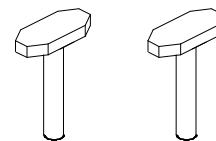

Bild 2-6
- ❑ Befestigungs-Stifte für Basisteil (HSSPIN) - Mit diesen Stiften wird das Basisteil der Kühlkörperhalterung auf dem Mainboard fixiert. Zwei Stück pro Kühlkörper-Halter erforderlich. (siehe Bild 2-6)